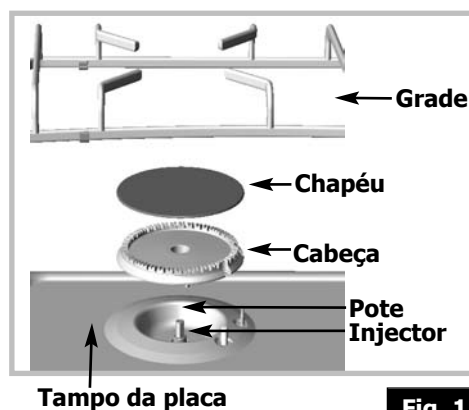

Fig. 1
- ❶ Adaptar a ligação do gás
- ❷ Mudar os injectores
- ❸ Regular os dispositivos de redução do débito das torneiras
❶ **ADAPTE A LIGAÇÃO** da placa ao novo tipo de regulação do gás. Refira-se ao parágrafo "**Ligação do gás**" correspondente.
❷ **MUDE OS INJECTORES** procedendo como segue:
- Com ajuda da chave fornecida, desatarraxe os injectores situados no fundo da cada pote e retire-os (**fig. 1**).